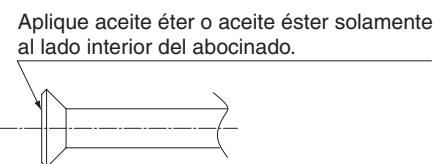

Fig. 5
- **Aplique aceite éter o aceite éster solamente al lado interior del abocinado** y atornille la tuerca abocinada tres o cuatro giros, primero a mano al momento de conectar la tuerca abocinada. **(Refiérase a la Fig. 5)**